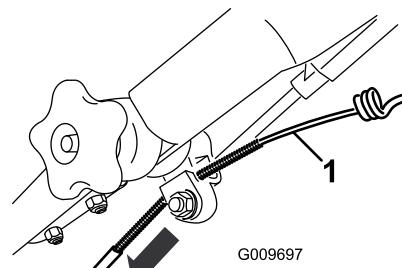

Figura 50
3. Tirate verso il basso la guaina del cavo fino ad eliminare l'imbando del cavo esposto (Figura 50).